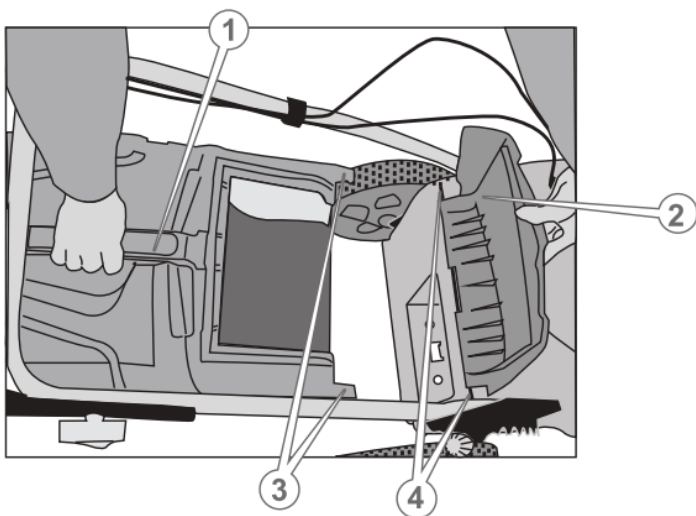

Рисунок 5. Схема під'єднання травозбірника.
2. Зняти комплект кріплення руків'я (1, рис. 5).
1. Підняти кришку (2, рис. 5) та встановити комбінований текстильно-пластиковий бункер-травозбірник (1, рис. 5) на корпус (деку) виробу так, щоб пази замків бункера надійно поєдналися з відповідними виступами деки.